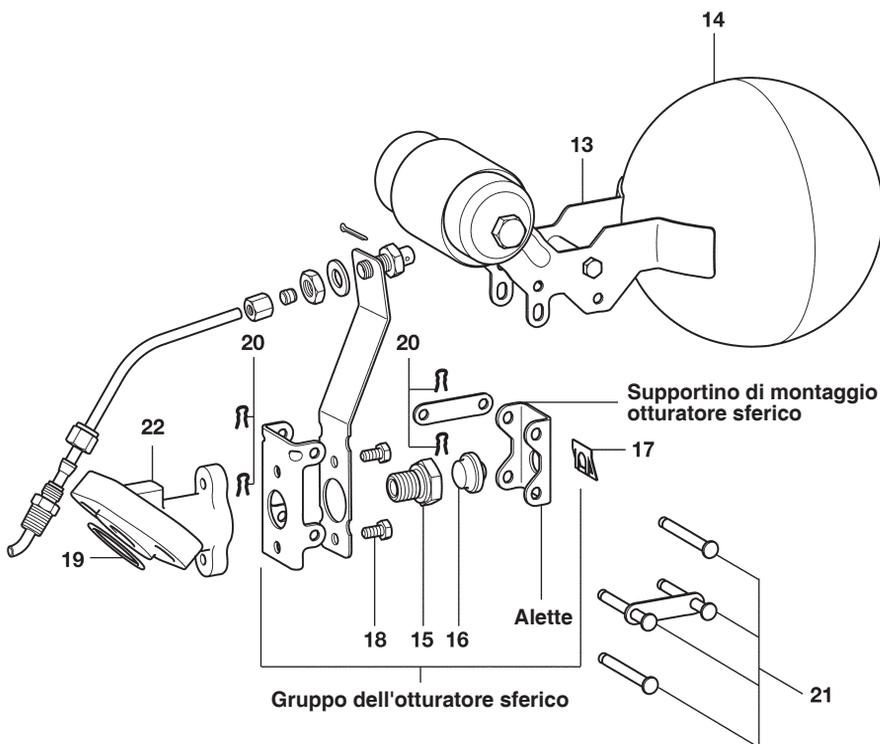

Fig. 9 - Sostituzione della sede di scarico e dell'otturatore sferico
6.5 Manutenzione del meccanismo di regolazione dello scarico (Sede (15) ed otturatore sferico (16) della valvola di scarico)
- Una volta rimosso dal corpo, il meccanismo di scarico (13) può essere agevolmente smontato togliendo i fermagli elastici (20) posti alle estremità dei pernetti di rotazione (21). I pernetti possono quindi essere sfilati dalla loro sede;
- E' quindi possibile accedere alla sede (15) e all'otturatore sferico (16); sostituirli se necessario;
- Per sostituire la sede (15) svitarla dal corpo del supporto di montaggio (22). Posizionare ed avvitare la nuova sede (15) serrandola con la coppia raccomandata (vedere la Tabella 1). per effettuare queste operazioni non è necessario rimuovere il supportino in lamiera stampata di fissaggio del gruppo galleggiante;
- Per sostituire l'otturatore (16) è sufficiente togliere la piastrina elastica (17) di fermo: il vecchio otturatore si sfilerà così facilmente dal suo supportino. Posizionare il nuovo otturatore (16) infilandolo nel foro del supportino e fissarlo con la piastrina elastica (17). Effettuando il montaggio fare attenzione che l'otturatore sia posizionato dallo stesso lato delle alette forate del supportino. Il fermo a piastrina elastica (17) dovrà trovarsi dal lato opposto rispetto le alette del supportino dell'otturatore come rappresentato nella fig. 9;
- Riasssemblare l'intero meccanismo (13) di controllo dello scarico utilizzando i pernetti (21) ed i fermagli elastici (20). Effettuare il fissaggio del gruppo meccanismo come descritto al paragrafo 6.4.